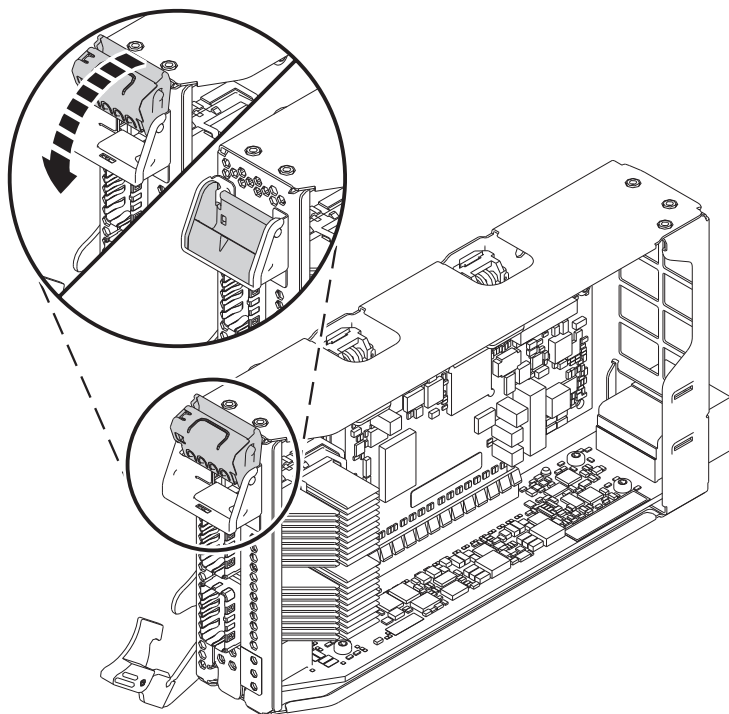

Figura 30. Col·locació de l'adaptador de perfil baix i longitud mitjana al casset de l'adaptador PCIe
- c. Per deixar l'adaptador bloquejat, feu girar el pestell de la contrapunta tal com es mostra a la Figura 30 a la pàgina 31.